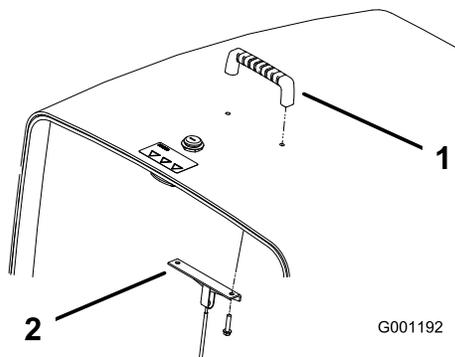

図 5
2. ネジ2本を使って、取っ手とフードケーブルブラケットをフードに取り付ける (図 5)。